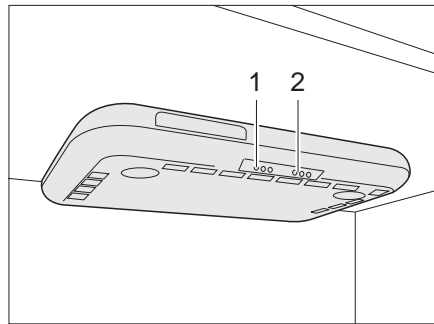

Bild 219 Dunstabzug
- Den Dunstabzug mit dem Schalter (Bild 219,1) ein- und ausschalten.
- Die Kochstellenleuchten mit dem Schalter (Bild 219,2) ein- und ausschalten.